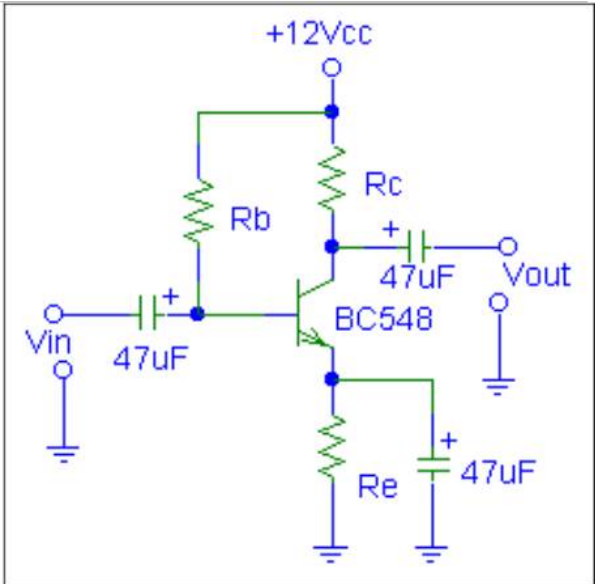

Figura 3
4. Colocar um capacitor "bypass" de 47 μ F em paralelo com o resistor de emissor, conforme mostrado na figura 3. Recalcular os valores de Z_{in} , Z_{out} , A_v , A_i e A_p . Estimar na prática os valores de Z_{out} e A_v para esta situação e efetuar uma comparação com os valores encontrados na prática. Com base nestas observações, tirar conclusões a respeito das vantagens e desvantagens do uso do capacitor "bypass".